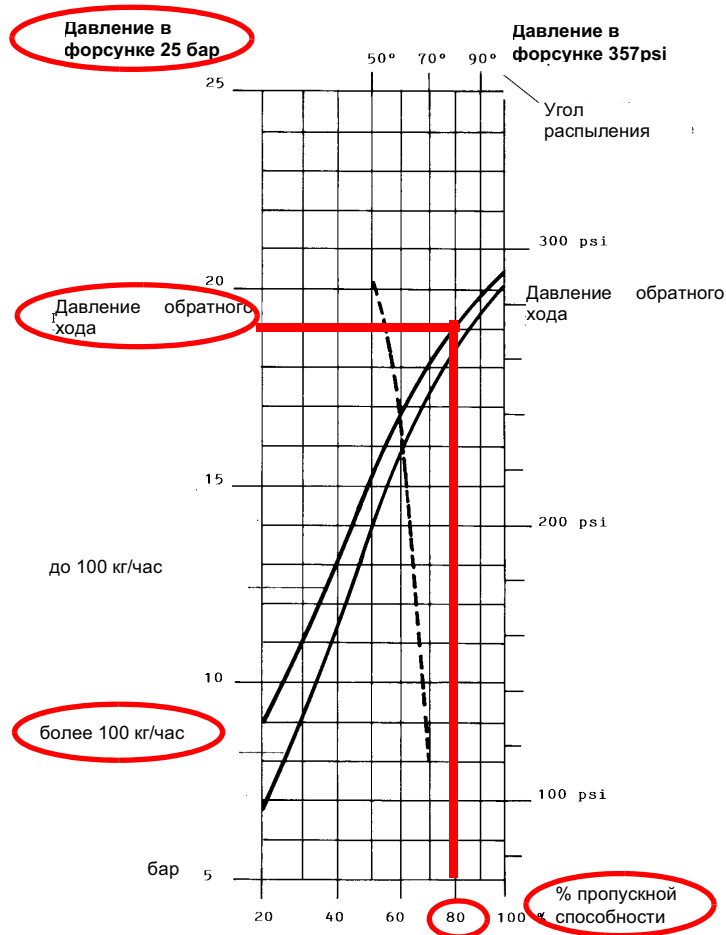

Рис. 16
Расход дизельного топлива регулируется за счет выбора форсунки (противопоточного типа), соответствующего мощности котла и типу применения размера, а также регулировки давления на прямом и обратном ходе жидкого топлива, согласно данных, указанных в таблице и на графике на Рис. 16 (для считывания давления - читайте последующие параграфы).
Пример : 80% номинального расхода на форсунке можно получить, если установлены форсунки с расходом более 100 кг/час, при давлении на обратном ходе примерно равном 18 бар (см. график на Рис. 16).
- 9 Давление питания форсунки уже отрегулировано заранее на заводе-изготовителе и не должно изменяться. Только в случае необходимости, отрегулировать давление питания (см. соответствующий параграф) следующим образом: установить манометр в положение, указанное на Рис. 18, воздействовать на регулировочный винт **VR** насоса (см. Рис. 17) до получения на форсунке давления в 25 бар (форсунки Fluidics - см. график на Рис. 16);